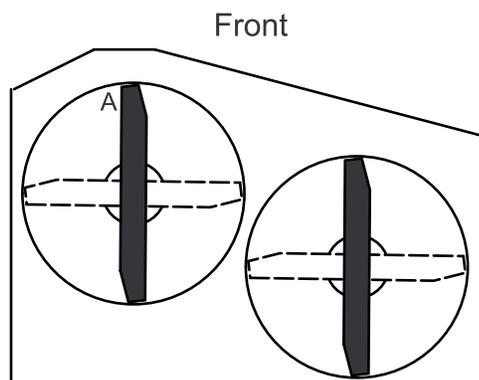

Figure 59
**Remarque:** Mesurez au point **A** et entre la surface plane et le bord coupant des pointes des lames (Figure 59)